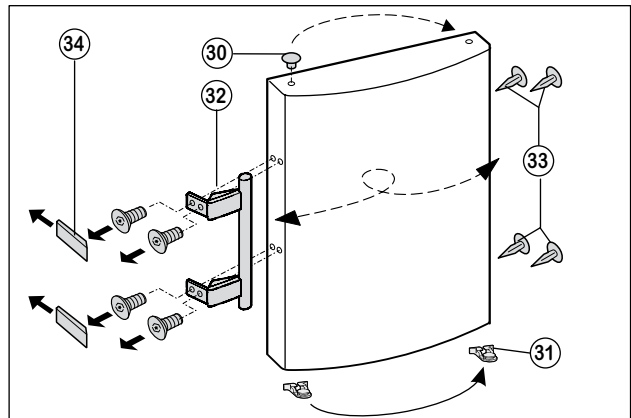

Fig. 4
- Извлеките пробку (30), рис. 4 из верхней опорной втулки дверцы и переставьте.
- Извлеките пробку (30), рис. 4 из нижней опорной втулки дверцы и переставьте.
- Выведите из фиксатора дверцы холодильного отделения пружинный зажим (31), рис. 4 и переставьте его на новую сторону шарнира.
- При открытой дверце снимите дверные ручки (32), рис. 4, пробку (33), рис. 4, и прижимные пластины (34), рис. 4.